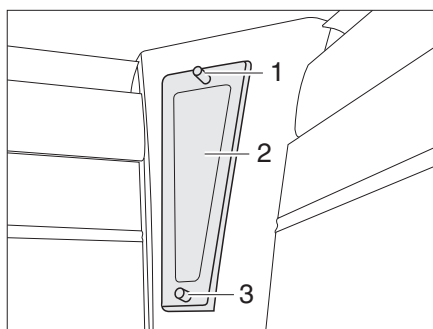

Bild 171 Indirekte Beleuchtung
- Befestigungsschrauben (Bild 171,1) der Blende (Bild 171,2) herausdrehen.